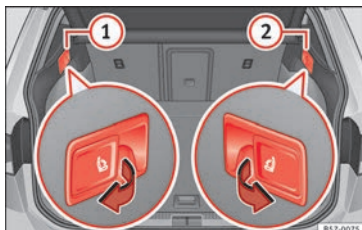

Fig. 149 Nel bagagliaio: leve per lo sblocco a distanza del lato sinistro ① e destro ② dello schienale posteriore
- Tirare la leva di sblocco a distanza dal lato sinistro » fig. 149 ① o destro ② dello schienale nel senso della freccia. Il lato sbloccato dello schienale posteriore si ribalta automaticamente in avanti.